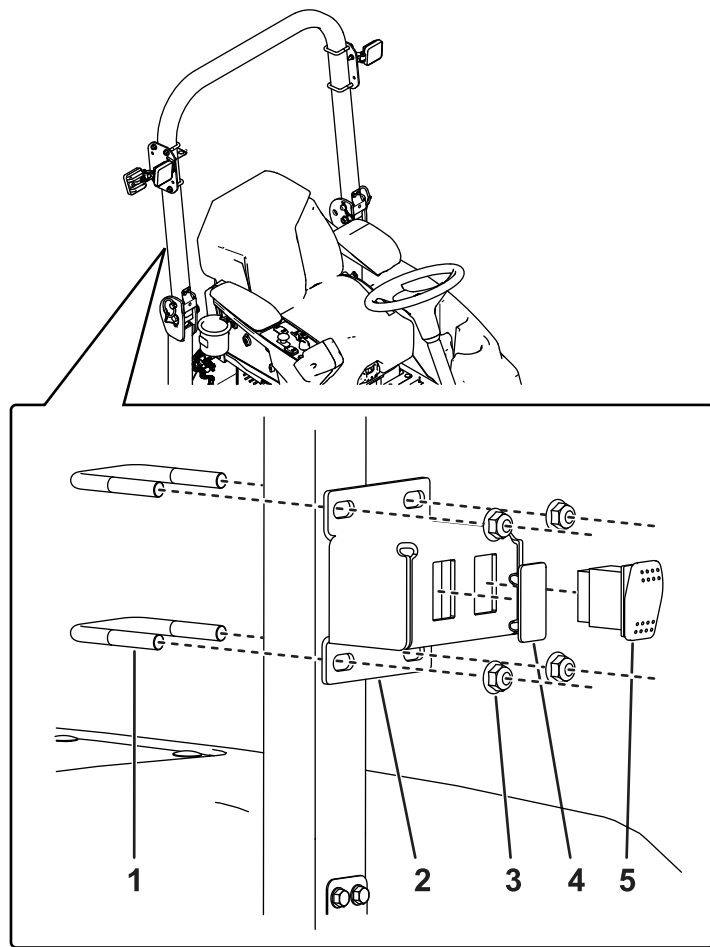

Figure 3
3. Montez l'interrupteur et l'obturateur de trou sur le support d'interrupteur, comme montré à la Figure 3.
4. Fixez l'interrupteur sur l'avant de l'arceau de sécurité à l'aide de 2 étriers filetés et 2 contre-écrous ($\frac{3}{8}$ "), comme montré à la Figure 3.